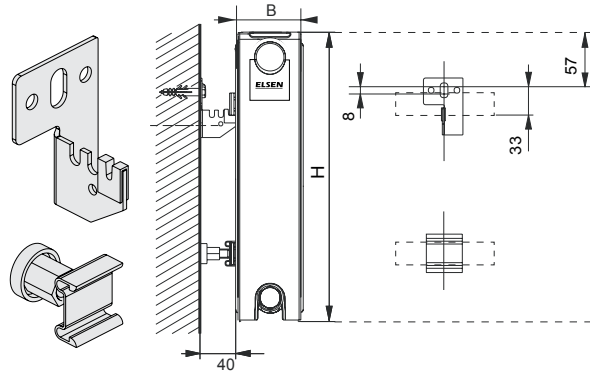

Рис.8 Схема монтажа радиаторов ERK тип 11, 21, 22, 33 и ERV тип 11 высотой 300-900 мм
1. Установите на стене кронштейны таким образом, как указано на рис.8.